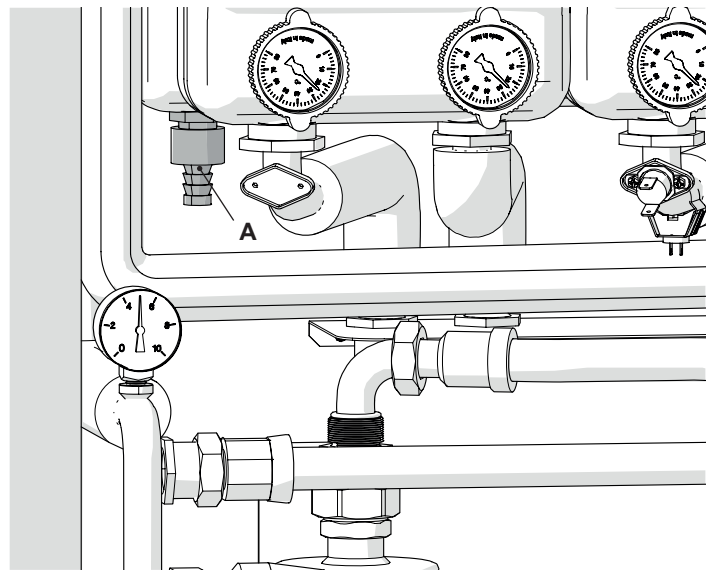

Figura 5.1
- Avvitare un portagomma all'attacco del rubinetto A, inserire un tubo in gomma nel portagomma e allentare il rubinetto di svuotamento del circuito riscaldamento indicato in Figura 5.1.